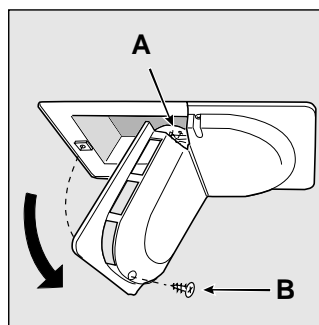

Fig. 5
- Hvordan skifte ut lyspæren. Før å bytte lyspæren i kjøledelen, ta ut støpselet fra stikk-kontakten. Bytt ut den brukte pæren med en likedan på max, 15 Watt. For å komme til pæren "A", skru ls festeskruen "B" som befinner seg på baksiden av pærdekslet (fig. 5)